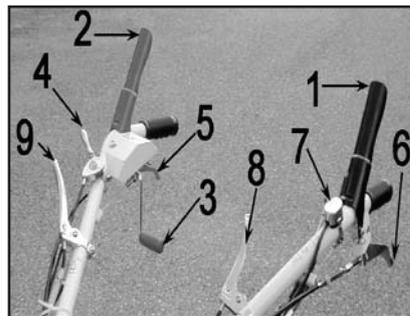

Figura 8
- Pressione a alavanca das lâminas (2, Figura 8) em direção ao guidão e depois levante a alavanca (3) devagar. As lâminas começarão a girar.
- Libere a alavanca de transporte (1, Figura 8) e a embreagem da lâmina (2, Figura 8).
- Mexa a alavanca do acelerador (4, Figura 8) à direita para diminuir a velocidade do motor.
- Desligue o motor com o interruptor (7, Figura 8).